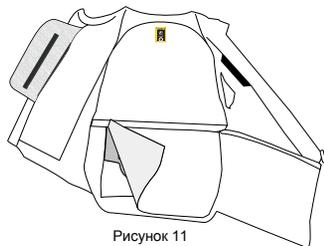

Рисунок 11
1. Открыть отверстие во внутренней части жилета, расстегнув молнию и застежки-липучки (Рисунок 11).